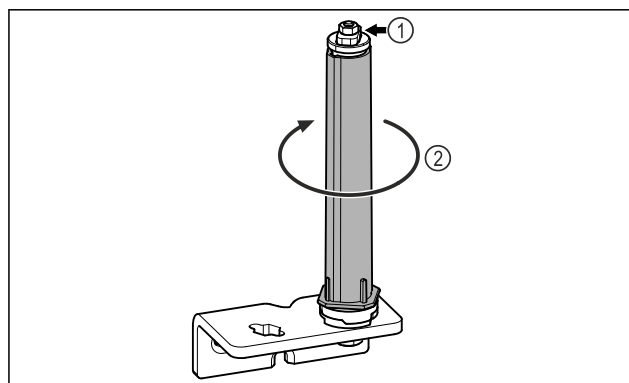

Fig. 28
- ▶ Nerozebírejte uzávěrací systém dvířek Fig. 28 (1).
- ▶ Otáčejte uzavíracím systémem Fig. 28 (2), dokud nezacvakne.